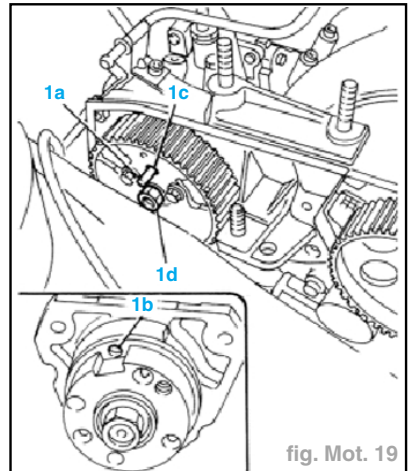

fig. Mot. 19
- Vérifier que les vis de fixation de la poulie de pompe d'injection sont desserrées ; engager une goupille (1a) de centrage de forme cylindrique de 6 mm de diamètre externe et d'une longueur permettant de l'introduire sur environ 40 mm dans l'orifice (1b) placé sur l'arbre de pompe, en passant par la boutonnière (1c) aménagée sur la poulie (fig. Mot. 19).